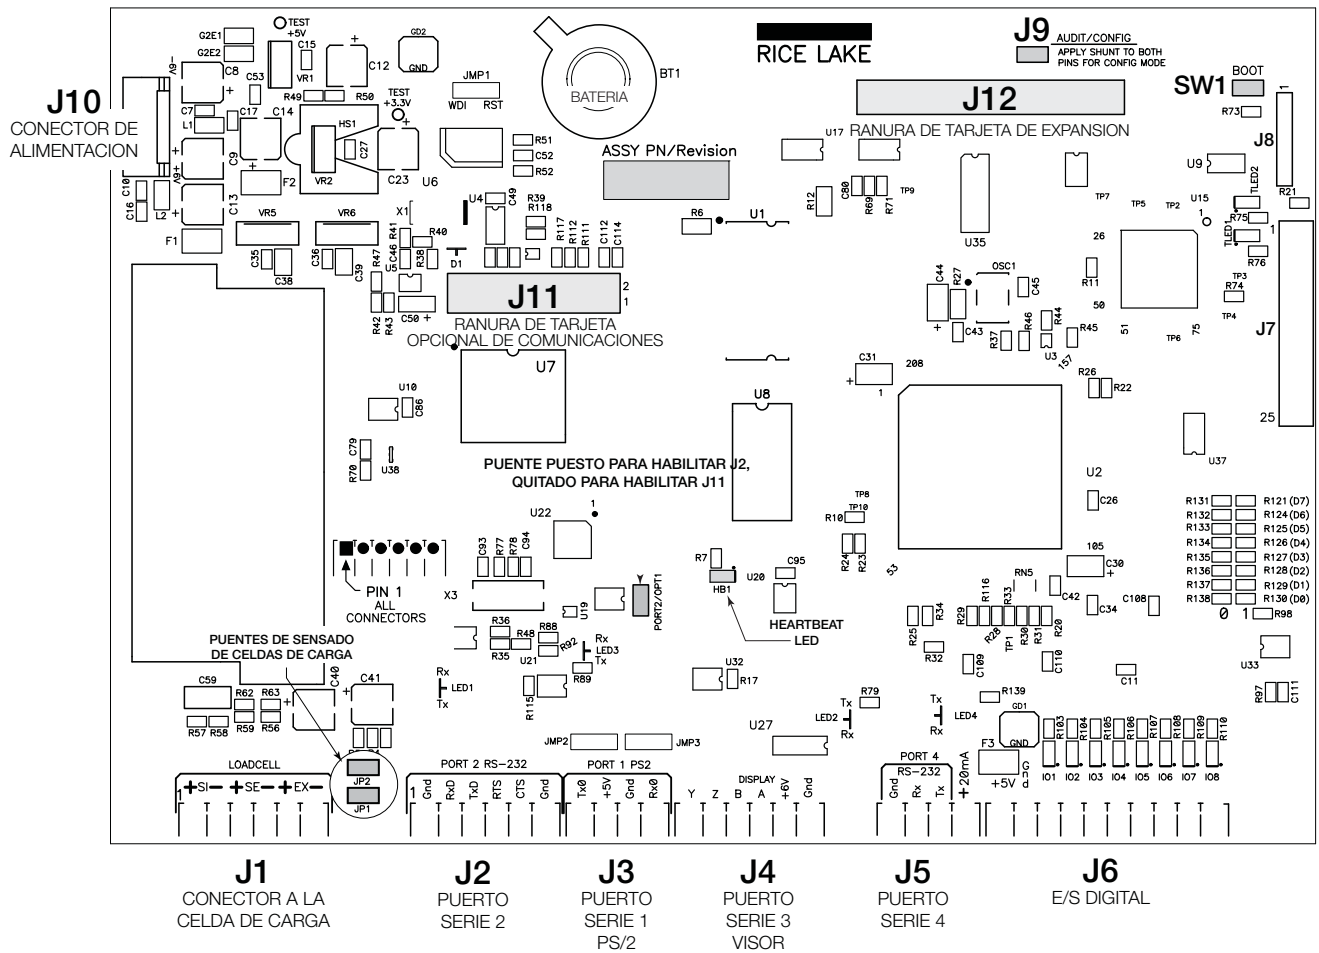

Figura 2-3. Tarjeta CPU del 720i
NOTA: La instalación de tarjetas opcionales en el conector J11 requiere el remover el puente de selección de puerto PORT2/OPTI (ver la Figura 2-3 en la página 11). Instalar el puente para habilitar comunicaciones RS-232 por medio del conector J2; remover el puente para habilitar una tarjeta opcional USB, de fibra-óptica o Ethernet instalada en el conector J11.
2. Cuidadosamente alinear el conector de la tarjeta opcional con el conector J12 o J11 en la tarjeta CPU (ver la Figura 2-3 en la página 11). Presionar hacia abajo para asentar la tarjeta opcional en el conector de la tarjeta CPU.
3. Utilizar los tornillos proveídos en el juego opcional para sujetar el otro extremo de la tarjeta opcional a los postes ensartados en la tarjeta CPU (ver la Figura 2-3).
La Tabla 2-5 lista los números de ranura, los conectores de la tarjeta CPU, y las asignaciones de configuración hechas para las funciones tanto a bordo como en las tarjetas de expansión en el 720i. Ver la Figura 2-3 para la ubicación de los conectores.
Ver la Figura 2-3 en la página 11 para la ubicación y orientación de la batería en la tarjeta CPU (lado positivo hacia arriba)